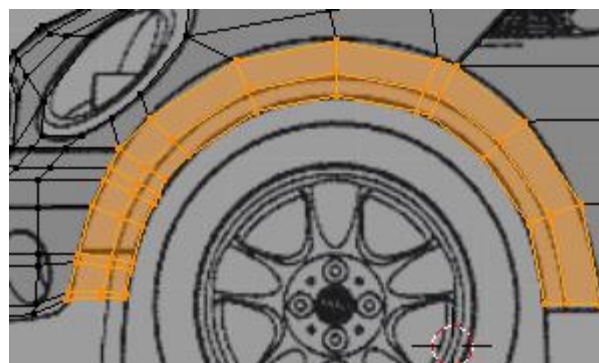

Figura 4.99
12. Repita os procedimentos 10 e 11 criando um segundo contorno, figura 4.99.